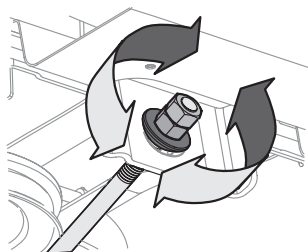

Figure 19
4. Pour **relever** l'avant du plateau de coupe, desserrez l'écrou supérieur, puis serrez l'écrou inférieur (tournez vers la droite) (Figure 19). Une fois le réglage approprié effectué, serrez l'écrou supérieur à un couple de 25-30 pi-lb (34-41 N m).
5. Pour **abaisser** l'avant du plateau de coupe, desserrez l'écrou supérieur, puis l'écrou inférieur (tournez vers la gauche) (Figure 19). Une fois le réglage approprié effectué, serrez l'écrou supérieur.